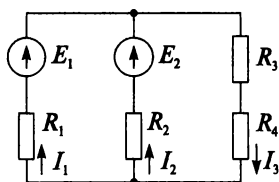

Рис. 3.36
В цепи, представленной на рис. 3.36, выберем произвольное направление токов.
3. Определяют действительные токи I в цепи как алгебраическую сумму частных токов по рис. 3.36. Частичный ток, совпадающий по направлению с действительным, считается положительным, а несовпадающий — отрицательным.
Если действительный ток в результате расчета имеет положительный знак, то его направление на рис. 3.36 выбрано верно. Если же ток отрицателен, то истинное направление тока противоположно выбранному.
6. Рассчитайте цепь (см. рис. 3.36) методом наложения, если $E_1 = 60 \text{ В}$, $E_2 = 20 \text{ В}$, $R_1 = 10 \text{ Ом}$, $R_2 = 30 \text{ Ом}$, $R_3 = 15 \text{ Ом}$, $R_4 = 5 \text{ Ом}$.
8. Рассчитайте цепь (см. рис. 3.36) методом узловых и контурных уравнений, если $E_1 = 60$ В, $E_2 = 20$ В, $R_1 = 10$ Ом, $R_2 = 30$ Ом, $R_3 = 15$ Ом.